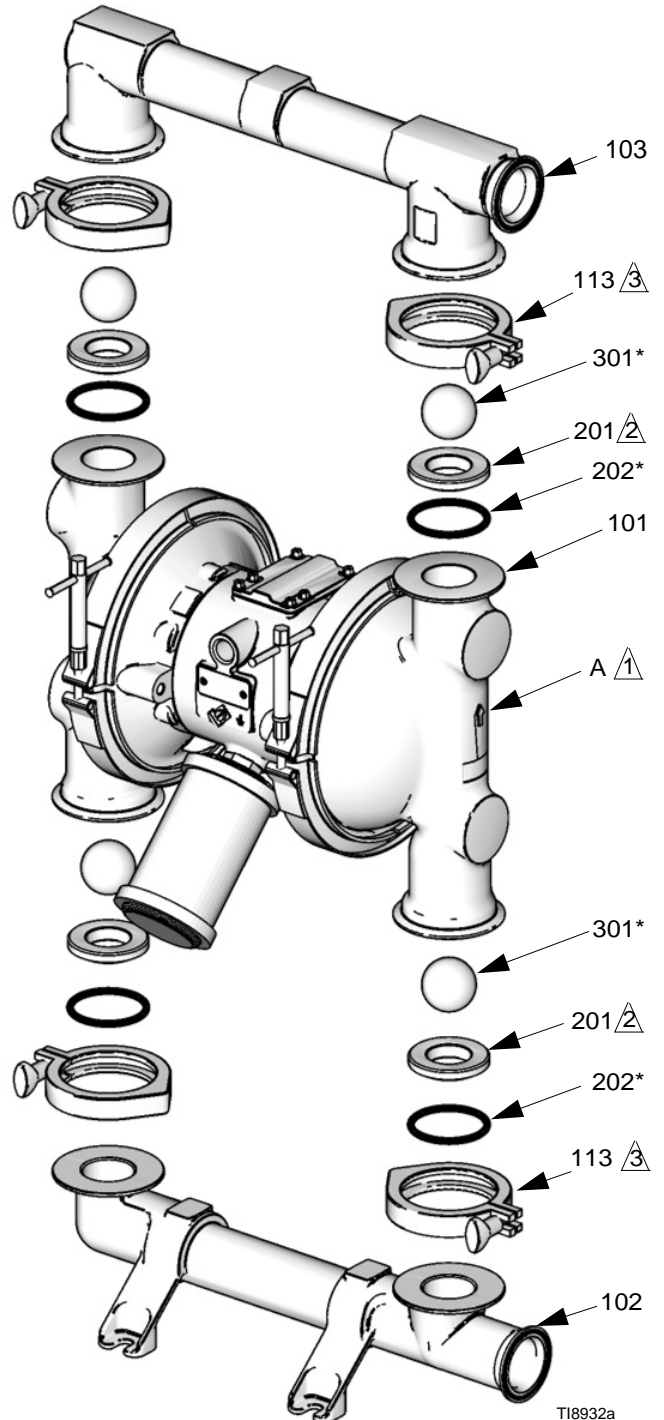

FIG. 9
- Per garantire un buon montaggio delle sfere (301), ispezionare sempre le sedi (201) quando si sostituiscono le sfere. Sostituire le sedi se necessario se la superficie mostra segni di usura. Sostituire inoltre gli anelli di tenuta (202) se necessario. Gli anelli di tenuta in PTFE dovrebbero essere sostituiti ogni volta che si rimuovono i collettori.
3. Rimuovere i morsetti (106) che tengono il collettore di uscita (103) ai coperchi del fluido (101). Fare riferimento alla FIG. 9.
4. Rimuovere gli anelli di tenuta (202), le sedi (201) e le sfere (301) dal collettore (103).
5. Girare la pompa e rimuovere il collettore di ingresso (102). Rimuovere gli anelli di tenuta (202), le sedi (201) e le sfere (301) dai coperchi del fluido (101).
2. Rimontare in ordine inverso, seguendo tutte le note in FIG. 9. Assicurarsi che le valvole di ritenzione a sfera e i collettori siano montati **esattamente** come indicato. Le frecce (A) sui coperchi del fluido (101) **devono** essere dirette verso l'uscita (103).